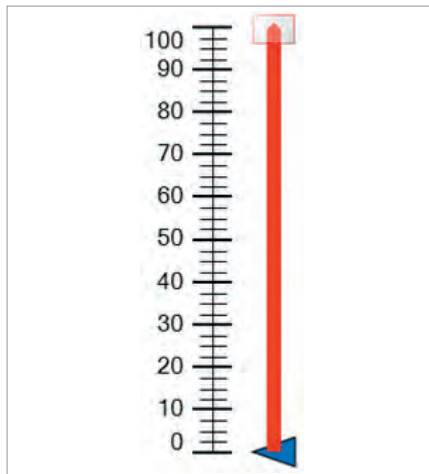

Рис. 10. Элемент *Scale* и свойство указателя *Location Dynamic*
7. В свойствах многоугольника (*Polygon*) отметьте положение (*Location*) как динамическое (*Dynamic*), так чтобы начало было внизу шкалы, а конец — вверху, как это показано на рис. 10.